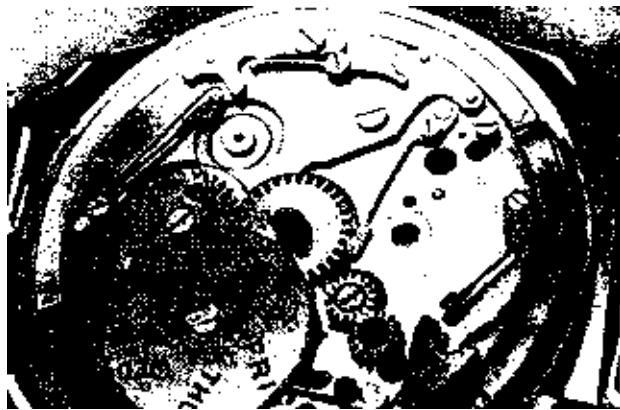

Bild 8
Wie das vor sich geht? Fangen wir einmal ganz von vorn an. Auf das Grundwerk schrauben wir die Kalenderplatte auf, zunächst noch ohne die Scheiben (5). Dann sieht das Ganze so aus, und wir ahnen schon, wie es weitergeht. Aber noch fehlt das wichtige Datumrad. Dieses Datumrad sitzt lose auf dem Stundenrad. Es besitzt 31 Zähne und wird von dem Stift auf unserem 24-Stunden-Rad täglich einen Zahn weitergeschaltet. Dadurch kann der Zeiger dieses Rades auf dem Zifferblatt die Zahlen des Datums abtasten. Die spitze Nase auf dem Rad schaltet hingegen die Wochentage weiter. Auf dieser Scheibe sind die Bezeichnungen des Tageslaufs (abgekürzt) gedruckt (Bild 8). Es bedeuten: